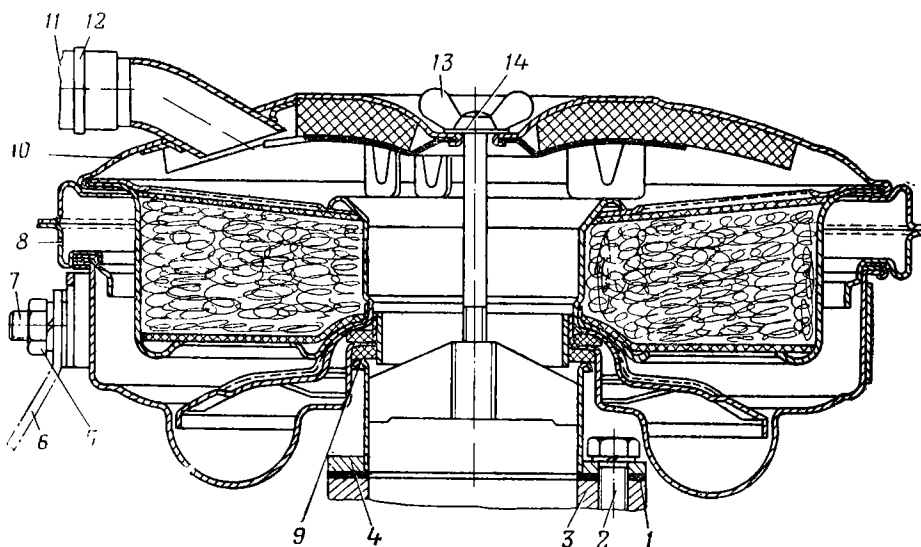

Рис. 37. Установка воздушного фильтра:
2. Ослабить хомут 12 (рис. 37) гибкого шланга 11 и отсоединить шланг от патрубка крышки 10.
1. Вывернуть стяжной винт 13 (рис. 37) и снять корпус 8 воздушного фильтра в сборе с переходника 4.